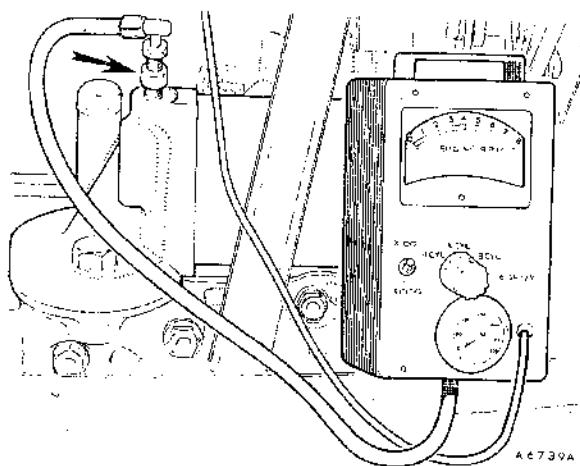

Fig. Fa.5
- (22) Hacer marchar el motor hasta que alcance su temperatura normal de funcionamiento y comprobar el nivel de aceite.
- (23) Conectar un tacómetro adecuado o el de la Herramienta de Servicio 18G 677 o 18G 677 Z (ver Fig. Fa.5). Connexiones de la herramienta:
- (26) Comprobar y llenar el nivel del aceite (ver Sección Aa.1).
- (27) Quitar el tapón del punto de presión del filtro de aceite del motor, montar el adaptador de la Herramienta de Servicio 18G 677 C y conectar la herramienta 18G 677 Z (ver Fig. Fa.5) o emplear el manómetro (Herramienta de Servicio 17G 502 A con el tubo y el racord 18G 502 K).
- (28) Hacer marchar el motor hasta que la temperatura del aceite sea de 80° C (176° F), comprobándola con un termómetro introducido por el orificio de la varilla. Volver a poner en marcha el motor a 1000 rpm y comprobar las siguientes presiones aproximadas: